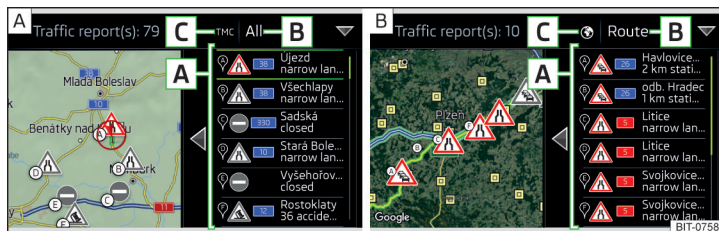

Abb. 248 Liste der Verkehrsmeldungen: TMC-Quelle / Online-Quelle
In der Liste der Verkehrsmeldungen sowie in der Karte erfolgt die Anzeige von maximal 6 Meldungen, die mit einem Buchstaben und dem Symbol einer Verkehrsbehinderung versehen sind (bspw. , ,) » Abb. 248.
Auf der Position » Abb. 248 können die folgenden Symbole eingeblendet werden.
- » **Abb. 248** sind im angezeigten Menü durch Antippen der Funktionsfläche **Alle** alle Verkehrsmeldungen, **oder** durch Antippen der Funktionsfläche **Route**, nur die auf der Route vorhandenen Verkehrsmeldungen auswählbar.